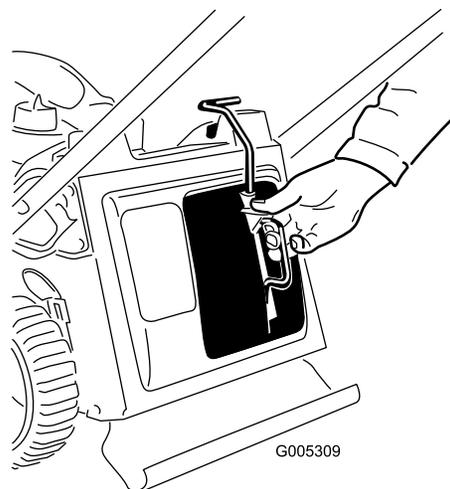
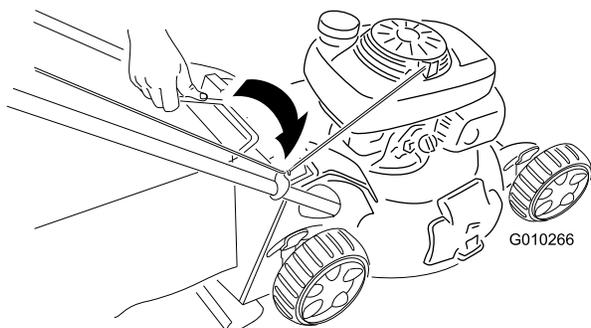

Figura 16
Figura 17
1. Installate il tappo mulching (Figura 16) o il cesto di raccolta (Figura 17) sulla macchina.